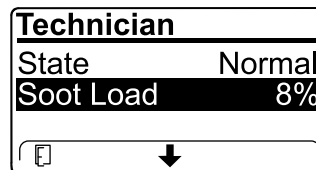

Рисунок 35
- Посмотрите объем сажи, измеряемый в виде процентов в DPF (Рисунок 35); см. таблицу объема сажи.